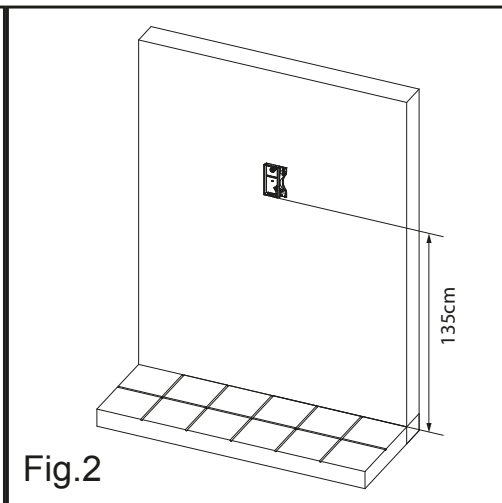
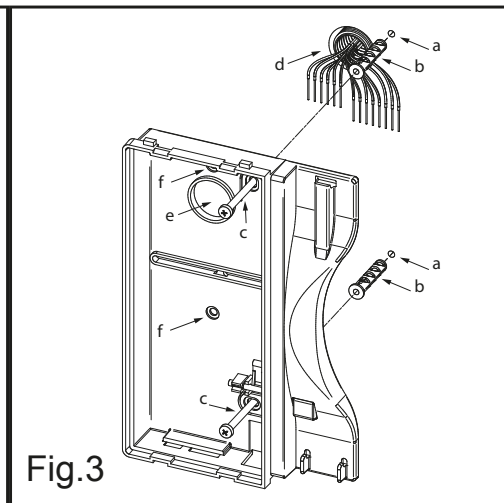

Fig.2
Fig.3
- Appoggiare a parete la base del videocitofono ad una altezza di circa 135cm (Fig.2) dal pavimento finito e prendere i riferimenti per i fori di fissaggio "a" (Fig.3), tenendo presente che i conduttori "d" (Fig.3) devono passare attraverso l'apertura "e" (Fig.3). Se per l'uscita da parete dei conduttori si utilizza la scatola da incasso 503, murare la stessa in posizione verticale lasciando circa 140cm tra la base e il pavimento finito.
- Put the base of the unit on the wall at approx. 135cm from the finished floor to mark the points for the fixing holes "a" (figure 2) remembering that the wires "d" (figure 3) must be fed through the hole "e" (figure 3). If you use the flush mounting box 503, embed it into the wall vertically at approx. 140cm from the finished floor and the base.
- Following figure 3, make the holes "a", insert the wall plugs "b" and fix the base with the screws "c" feeding the wires "d" into the hole "e". If you have used the box 503, fix the base to the wall through the holes "f" using the screws "c".